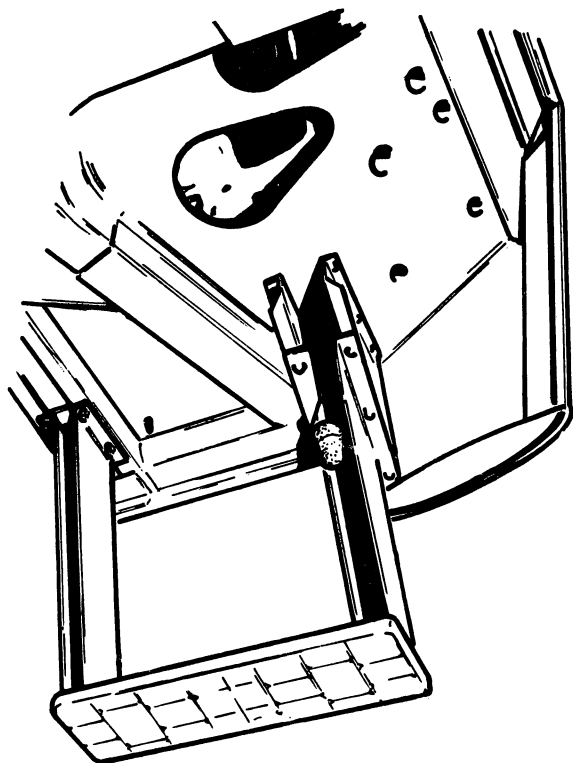

Fig. 9.
14. Spuit van bovenuit in de twee zuilen van de opstap (fig. 9).
14. En procédant du haut en bas, arroser l'intérieur des contre-marches (fig. 9).